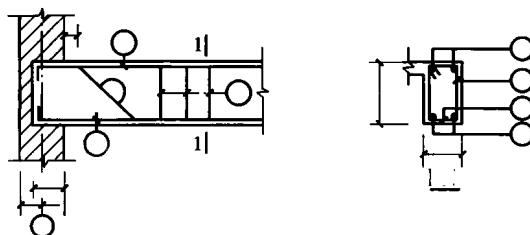

图 1-7 梁的配筋图
(2) 钢筋在立面、断面图中的配置,应按图 1-7 所示的方法表示。